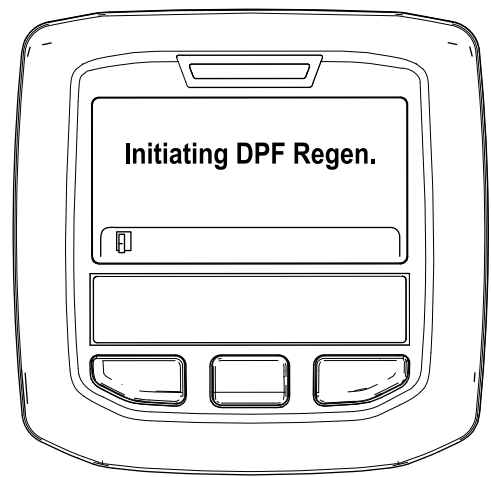

Figure 38
- A. Le message « Initiating DPF Regen. » (lancement régén. FAP) s'affiche (Figure 38).